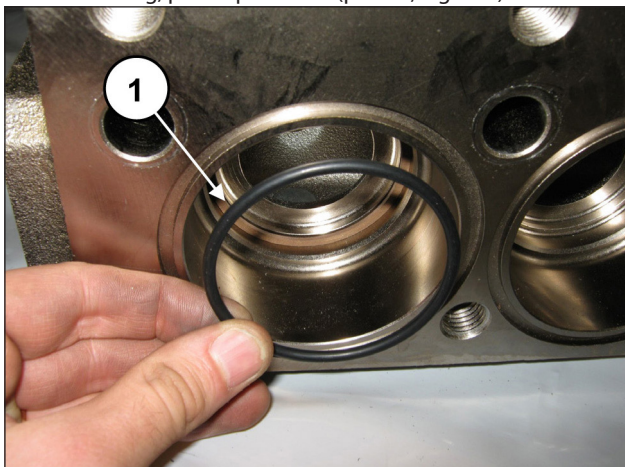

Fig. 154
Inserire l'O-ring, pos. esploso n. 7 (pos. ①, Fig. 154).